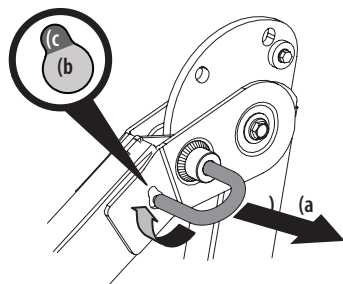

Figure 4
- Tirez sur la partie supérieure de la structure de protection anti-retournement pour pouvoir retirer la goupille de verrouillage (a) de la position verrouillée (b). Tournez-la dans la position de réglage (c). Répétez l'opération pour l'autre goupille. Voir Figure 4.